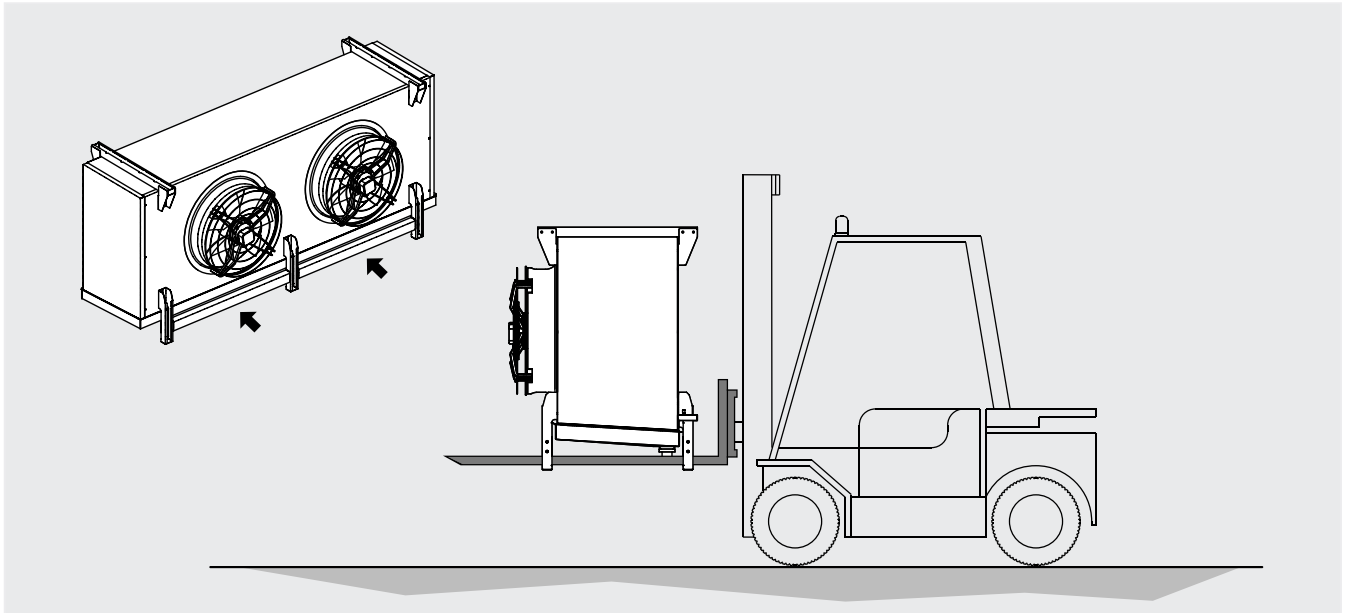

Figura 3
- 5.11 Los modelos Ø630 y Ø800 pueden equiparse con travesaños en las patas de apoyo adecuados para la elevación con las horquillas de una carretilla elevadora. Véase la Figura 3.